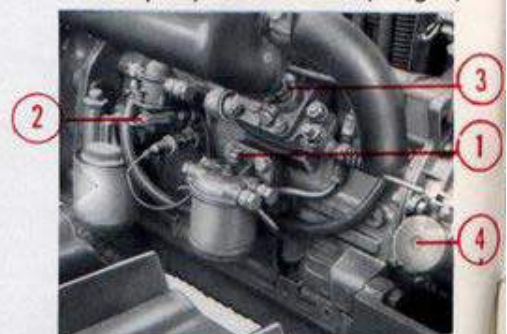

Fig. 3 - Spurgo aria dal circuito combustibile
- 3) Tirare il bottone supplemento gasolio (5 Fig. 3).
- 1) Allentare la vite di spurgo dell'aria del filtro (1 Fig. 3).
- 2) Azionare la pompa di alimentazione mediante l'apposita levetta (2 Fig. 3) sino a che il gasolio esce dalla vite di spurgo del filtro privo di bolle d'aria.
- 3) Chiudere la vite di spurgo del filtro (1 Fig. 3) ed allentare quella della pompa di iniezione (3 Fig. 3).